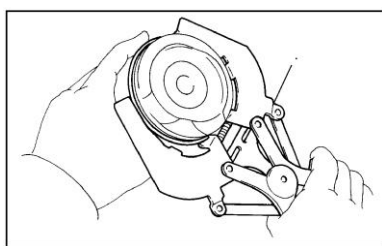

Рисунок II-194
1) Выньте 2 компрессионных кольца при помощи расширителя поршневых колец. ((см. Рисунок II-194))